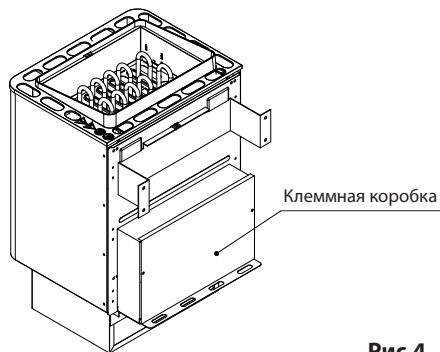

Рис.4
- Закреть клеммную коробку, одев на нее заднюю стенку и закрепив ее с помощью 2-х шурупов (рис. 4)